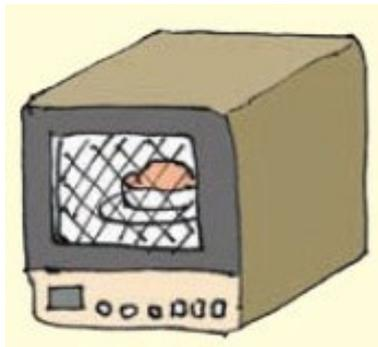
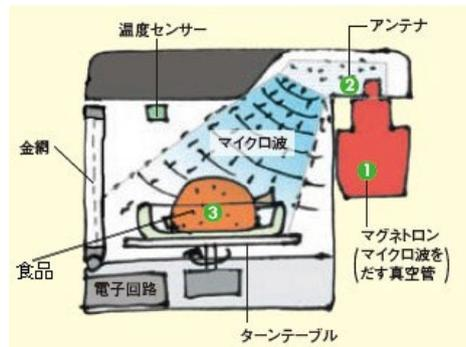

図1 電子レンジ
図2 電子レンジの原理
ほとんどの物質は、温度を上げると膨張する。鉄道で使われる鋼鉄製のレールは、温度が1°C上がると100万分の11だけ長さが伸びる。長さが25mのレールの場合、気温40°Cの真夏には気温0°Cの真冬と比べて、約1.1cm長くなる。通常はレールの継ぎ目に図2のようなすき間が空けてあり、伸縮に対応できるようにしてあるが、さらに温度が上がると線路がグニャリと曲がることもある（図1）。新幹線などでは、長さ200mのロングレールが用いられる。この場合、同じ40°Cの変化で、1本のレールが約9cmも伸びる。そのため2本のレールを斜めに重ねることによって、線路の伸縮に対応できるよう工夫されている。線路だけでなく、川にかかる橋なども同様に温度によって長さが変化する。そのため、伸縮に対応した継ぎ目が用意されている場合もある。
▲図1 高温で曲がった線路
▲図2 線路の継ぎ目
電子レンジでは、マグネトロン(図2①)という真空管を使って発生したマイクロ波をアンテナ(図2②)から食品に向けて発射し、食品にマイクロ波(図2③)を浴びせる。マイクロ波とは、携帯電話や衛星放送に使われているような周波数の高い電磁波である。